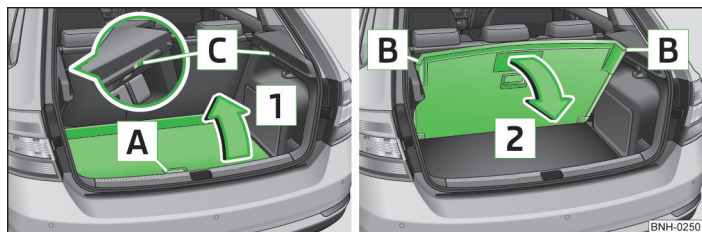

Fig. 73 Ridicarea / coborârea podelei variabile
- > Prindeți podeaua variabilă de mânerul [A] » fig. 73.
- > Deblocați podeaua variabilă trăgând în sensul săgeții [2] » fig. 73.